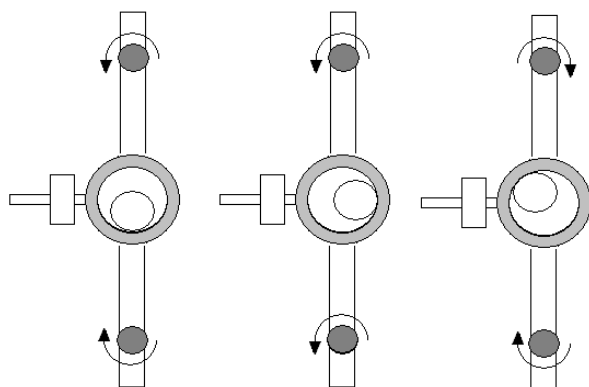

Fig. 3 Alinhamento do sistema rotativo
- Por meio dos parafusos de ajuste (g e m) é possível uma correção da inclinação de dois planos (veja Fig. 3).